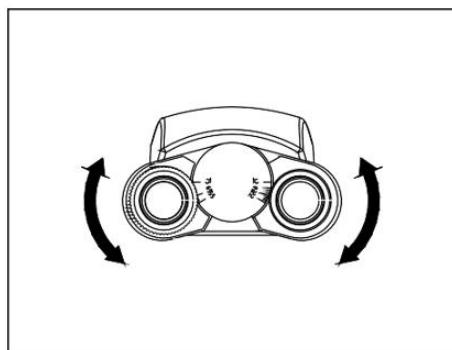

Fig.22
3.2.6 Ajuste de la distancia interpupilar (Fig.22)